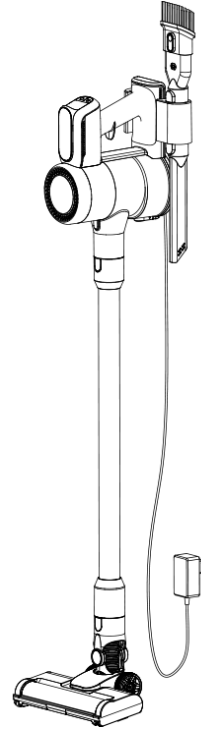

Fig 3.
3. Először vegye ki a kefe henger egyik végét (Figure 3).